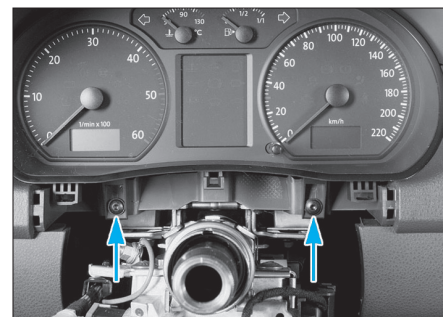

Fig. 48
• Déposer les deux fixations (Torx de 20) afin de déposer le combiné d'instruments (Fig.48).